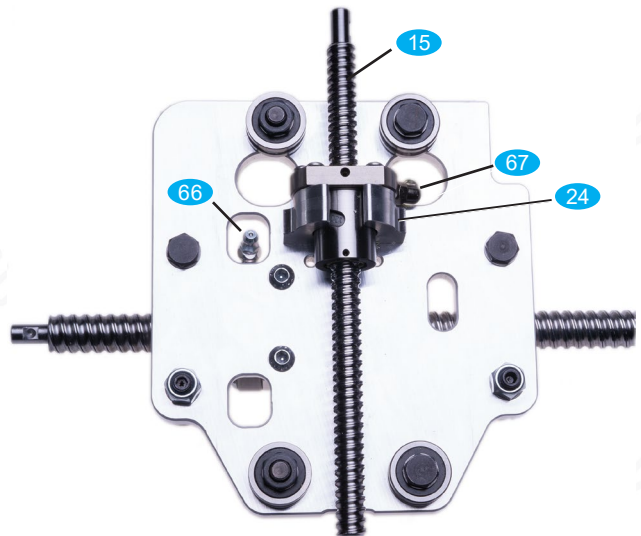

Bild 14: Schlitten mit montierter Z-Spindel
- Verschrauben Sie abschließend die Spindel mit Flachkopfschrauben **F5** am Mutternblock am Schlitten, wie in Bild 14 gezeigt. Ziehen Sie die Schrauben fest.